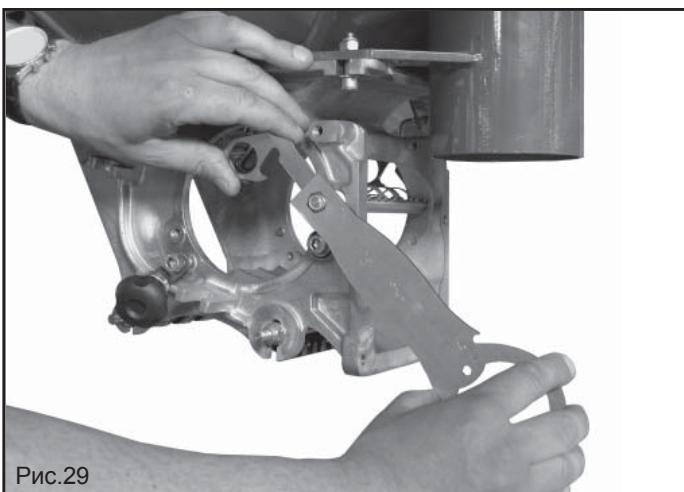

Рис.29
- 3) Ослабьте гайки M8 (Рис. 29), используя универсальный ключ в комплекте.